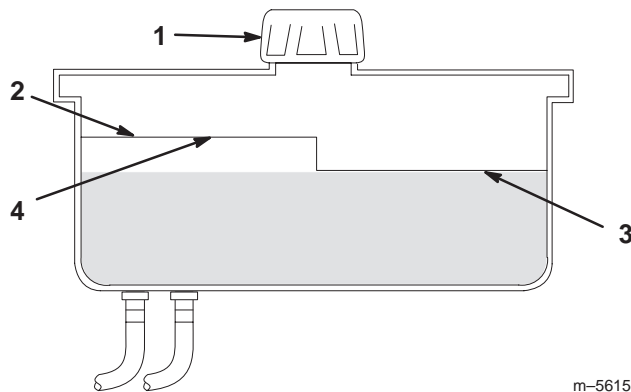

Figure 53
2. Nettoyez la surface autour du goulot de remplissage du réservoir hydraulique (Fig. 53).
3. Enlevez le bouchon du goulot de remplissage et vérifiez si le réservoir contient du liquide (Fig. 53).
**Remarque :** Lorsque l'huile est chaude, le niveau de liquide doit atteindre le haut du repère **à chaud** sur le déflecteur (Fig. 53).